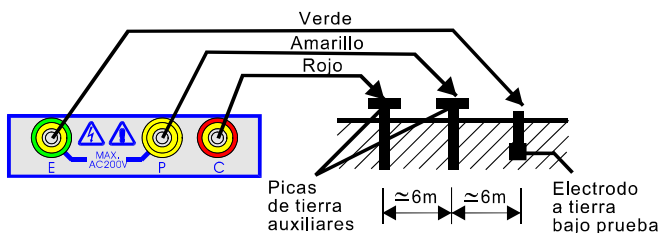

Figura 1.-
- (1) Conectar las puntas de prueba verde, amarilla y roja a los terminales E, P y C con las picas auxiliares de tierra P1, C1 clavadas en tierra "PERPENDICULARMENTE". (figura 1).
- (2) Girar el selector de funciones hasta la posición EARTH VOLTAGE y pulsar TEST ON/OFF para iniciar el test. La lectura de tensión de tierra aparecerá en la pantalla LCD. Cuando la tensión de tierra supere los 10 V, pueden producirse errores en la medida. En este caso no se garantizan resultados precisos, debe probarse la situación de las picas.
- (3) Girar el selector de funciones hasta la escala adecuada para realizar el test, pulsar TEST ON/OFF y tomar la lectura.